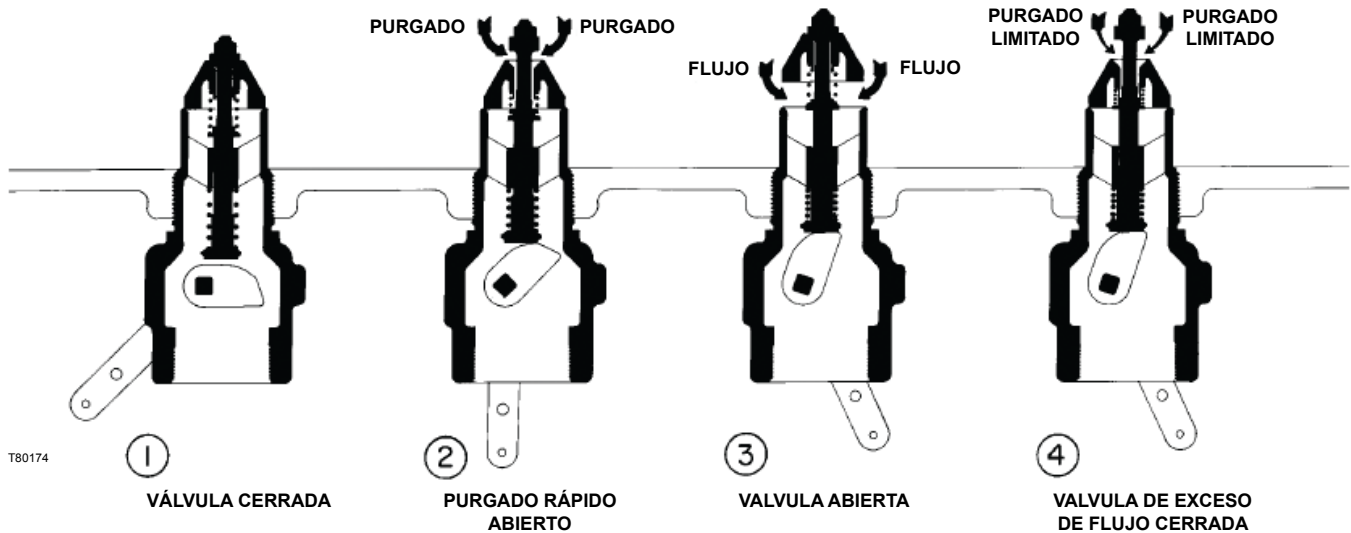

Figura 3. Esquema Operacional
3. Mueva la palanca a la posición de abertura media (figura 3, vista #2) para equalizar la presión. Cuando la muñeca principal se abra, mueva la palanca operativa a la posición de abertura completa.
Consulte el dibujo esquemático, figura 3. En la vista #1, la válvula se mantiene cerrada por la presión del tanque y el resorte de cierre de la válvula. No hay fugas más allá de los resistentes asientos de la muñeca hacia la salida de la válvula.